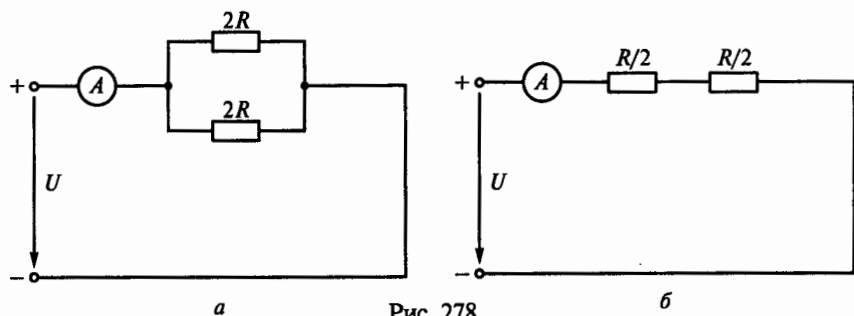

Рис. 278
**Решение 1.35.** Схему, показанную на рис. 21, до замыкания ключа  $K$  можно представить в виде рис. 278, а. Сопротивление такой цепи равно
$R$ , а показание амперметра будет  $U/R$ . После замыкания ключа  $K$  в заданной схеме сопротивление цепи (рис. 278, б) не изменится, т.е. оно по-прежнему будет равно  $R$ . Следовательно, показание амперметра также не изменится.